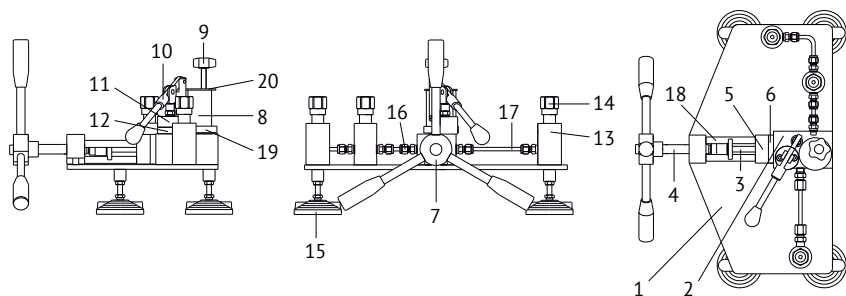
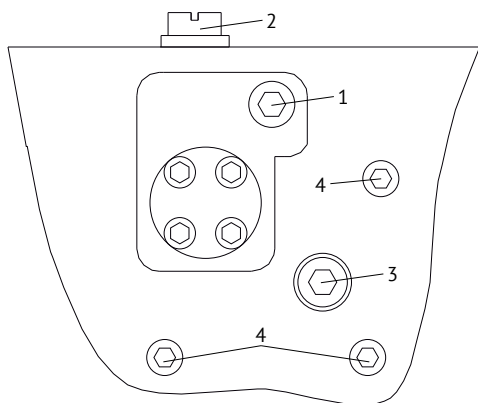

Рис. 1. Гидравлическое устройство для сравнительной калибровки:
Рис. 2. Расположение технологических винтов:
### 4.1 Внешний вид прибора показан на Рис. 1.
4.2 Основание устройства выполнено в виде *стальной плиты 1* (Рис. 1), снабженной четырьмя регулируемыми *опорами 15*. Блок *создания давления 2* представляет собой стальной параллелепипед, с выполненными в нем полостью основного штока, полостью ручного насоса и всеми необходимыми каналами и клапанами. На блоке создания давления, сверху закрепляются *ручной насос 10*, *основание стакана 19* и *стакан для рабочей жидкости 8* и *вентиль сброса давления 9*, на передней стороне узел основного штока. С боков от блока создания давления расположены *стойки 13* с *гайками 14* для присоединения образцового средства измерения (правая стойка) и двух или одного поверяемых (левые стойки). В случае поверки одного средства измерения в свободную стойку устанавливается заглушка. Блок создания давления и стойки соединены между собой с помощью фитингов и трубок высокого давления. Для слива рабочей жидкости из устройства предусмотрен специальный *винт 1* (Рис. 2) со специальным уплотнением, расположенный снизу блока создания давления. *Винт 2* (Рис. 2) предназначен для слива рабочей жидкости из полости ручного насоса.
С помощью *ручного насоса 10* (Рис. 1) рабочая среда перекачивается из *стакана 8* в полости основного штока и *стоек 13* со средствами измерений. Ручной насос необходим для предварительного сжатия воздуха, оставшегося в присоединенных средствах измерений, с целью уменьшения его объема. Величина ручного накачивания зависит от диапазона измерения установленных СИ, но не должна превышать 3 МПа. Далее, с помощью вращения *штурвала 7* по часовой стрелке и *винта 4*,двигающего *шток 3*, плавно создается необходимое давление. Для уменьшения давления штурвал необходимо вращать в обратную сторону. Для сброса оставшегося давления предусмотрен *вентиль сброса давления 9*.